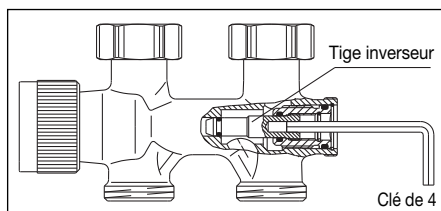

Fig. 8 Transformation en service monotube
3. Partant de la position de fermeture, régler la tige inverseur (clé de 4 mm) sur le débit nécessaire selon le diagramme pour service monotube en la tournant vers la gauche (voir fig. 8) (tige d'arrêt en position ouverte).